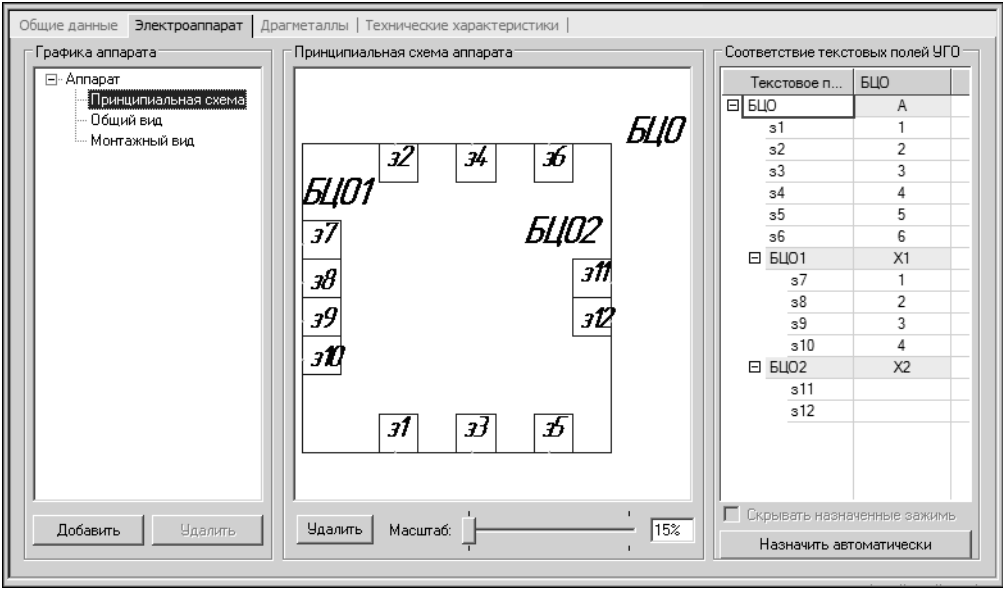

Рис. 6.7. Уровень **Принципиальная схема** во вкладке **Электроаппарат**
- ▼ На уровне **Принципиальная схема** (рис.6.7) во вкладке осуществляется добавление УГО, которым аппарат описывается на принципиальной схеме. Здесь же выполняется ассоциация номеров зажимов и БЦО составных частей аппарата с текстовыми полями, находящимися на условных графических обозначениях. Элементы